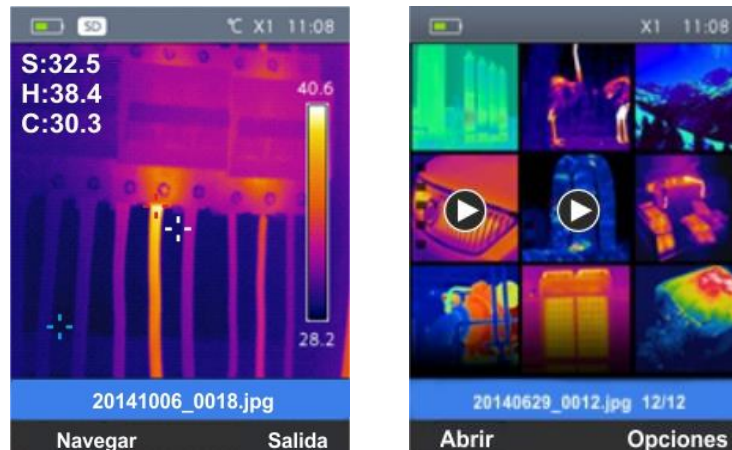

Fig. 31: Rellamada imagen o video en pantalla
1. Pulse la tecla . El instrumento muestra en pantalla la última imagen/video guardada (vea Fig. 31 – Parte izquierda)
3. Pulse la tecla “Navegar” para acceder a la galería de imágenes/video guardados (vea Fig. 31 – Parte derecha)